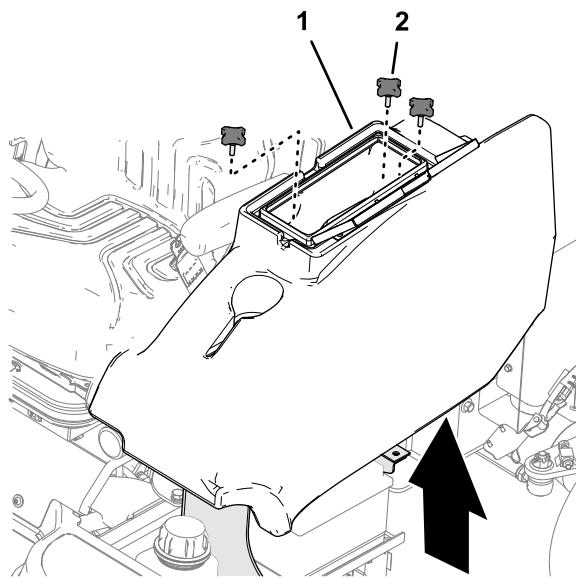

Figura 53
2. Rimuovete le 3 manopole che fissano il vano portaoggetti alla macchina e rimuovetelo (Figura 53).